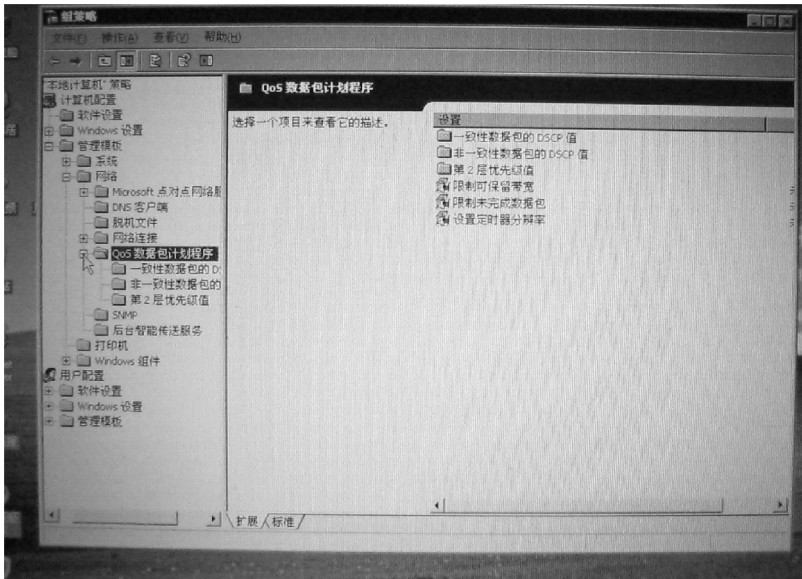

图 3-88 “QoS 数据包计划程序”选项界面
1) 单击“开始→运行”选项，输入“gpedit.msc”命令，进入“组策略”编辑器界面。“组策略”编辑器呈树形结构，包含所有组策略的选项，左侧则是选项中所包含的内容。依次选中树形结构中的“本地计算机策略”、“计算机配置”、“管理模板”、“网络”、“QoS 数据包计划程序”选项，右侧就会显示出“QoS 数据包计划程序”中所包含的信息，如图 3-88 所示。